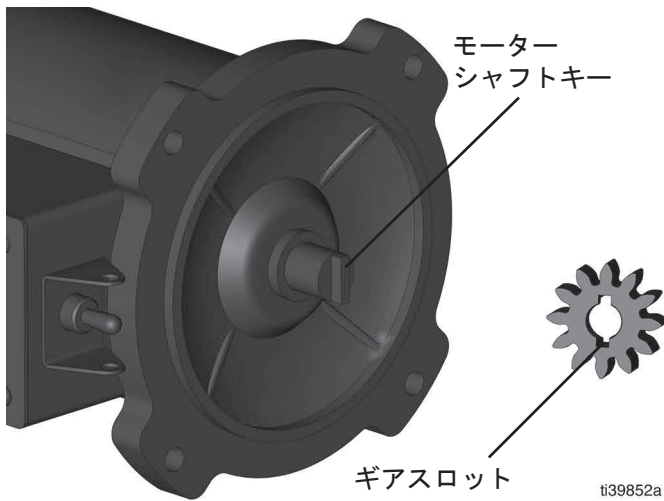
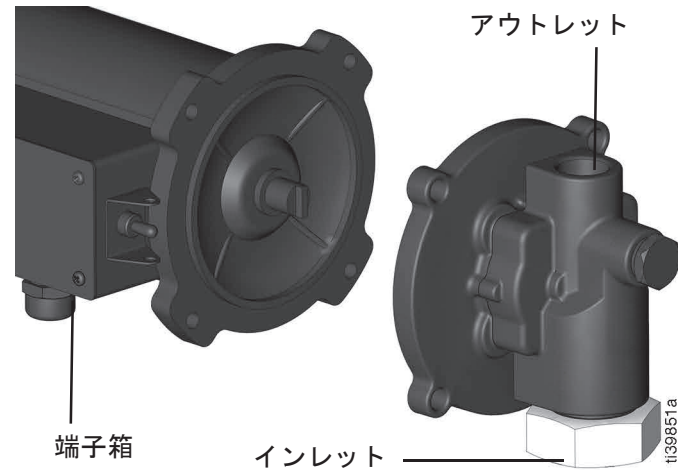

図 39
図 40
5. ポンプハウジングアセンブリをモーターに取り付けます。モーターシャフトキーは、内側カバーのギアのスロットと一致している必要があります。ポンプアウトレットを上向きにし、端子箱はポンプアウトレットとポンプインレットの中央に配置します（図 39、図 40）。